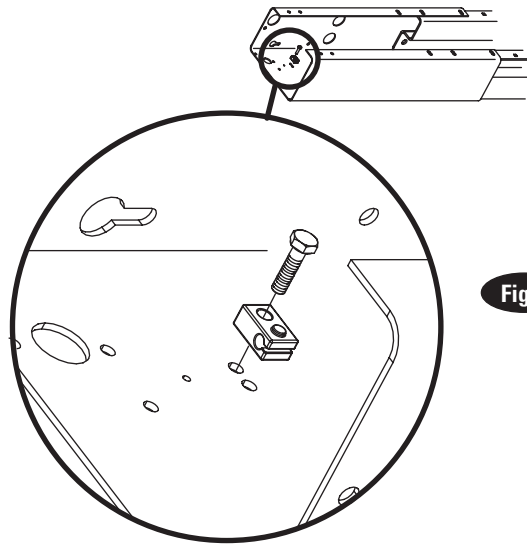

Fig. 2
4. Guías del Cable de Seguridad: Instale los soportes de aseguramiento de los cables guía de conducción a las extensiones de la columna con (1) 1/4"-20NC x 1"HHCS y 1/4"-20NC Contratuercas de Fijación, Fig. 2. Los HHCS deben pasar a través del orificio más cercano al borde como se muestra, Fig. 2.